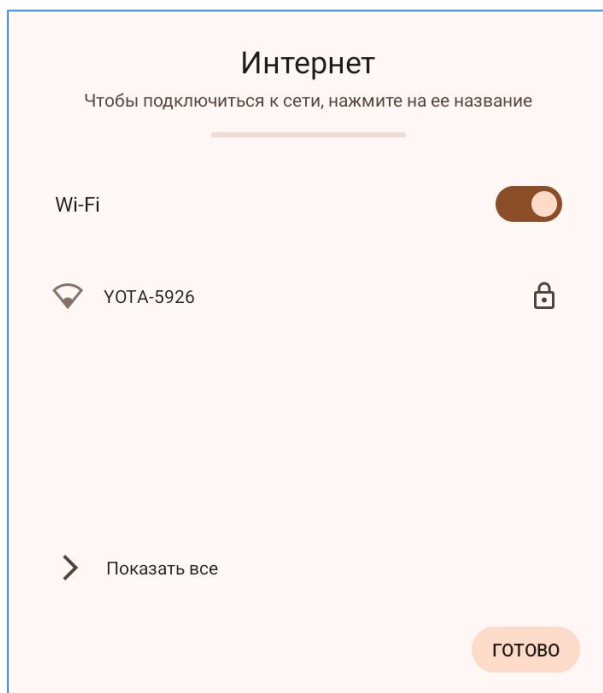

Рисунок 38 – Экран панели «Интернет»
- на открывшейся панели «Интернет» (рис.38) выключить и повторно включить движок включения модуля Wi-Fi.